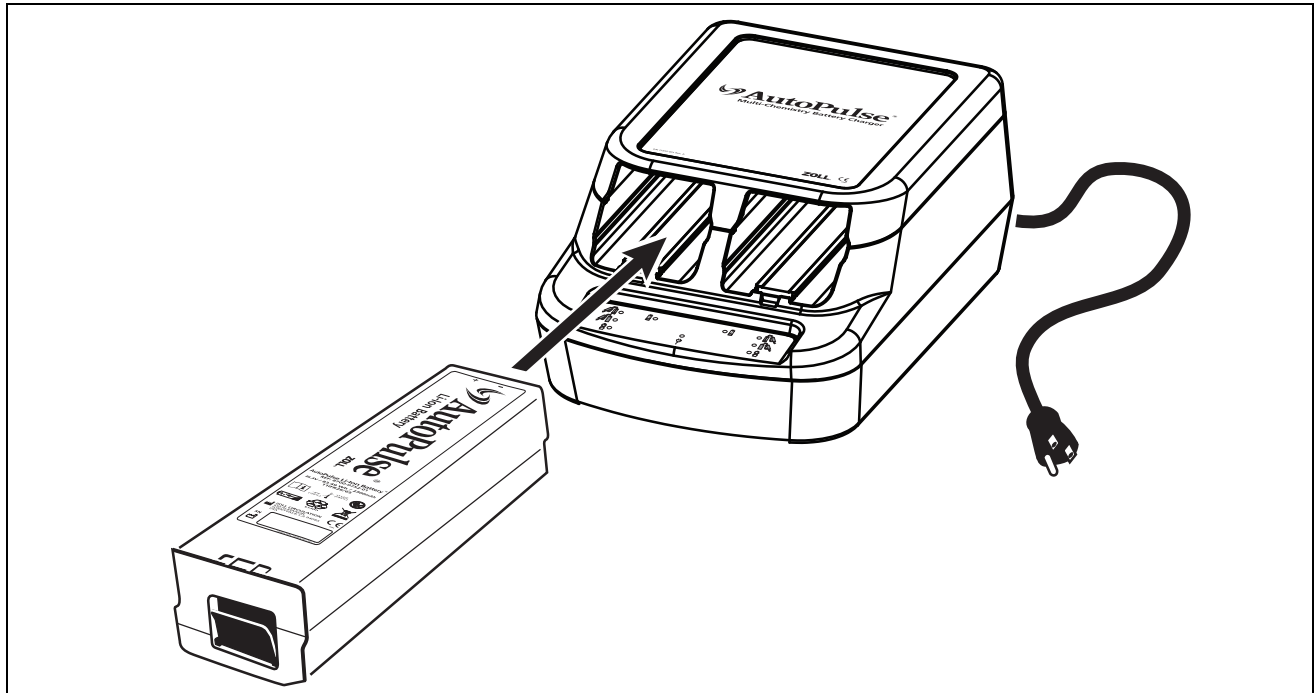

Abbildung 3-2 Akku in einen Ladeschacht des Akkuladegeräts schieben
1. Den Akku in einen freien Ladeschacht einsetzen (siehe Abbildung 3-2). Sicherstellen, dass der Akku einrastet (Verriegelungsschiene greift ein).